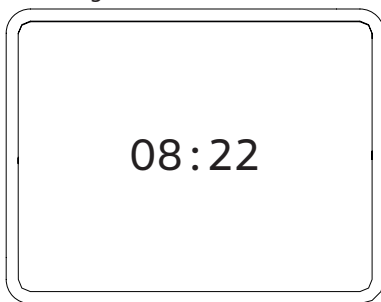

Figura 6.5
- Alimentare elettricamente la caldaia azionando l'interruttore bipolare previsto in installazione. Il display LCD visualizza l'ora corrente Figura 6.5.